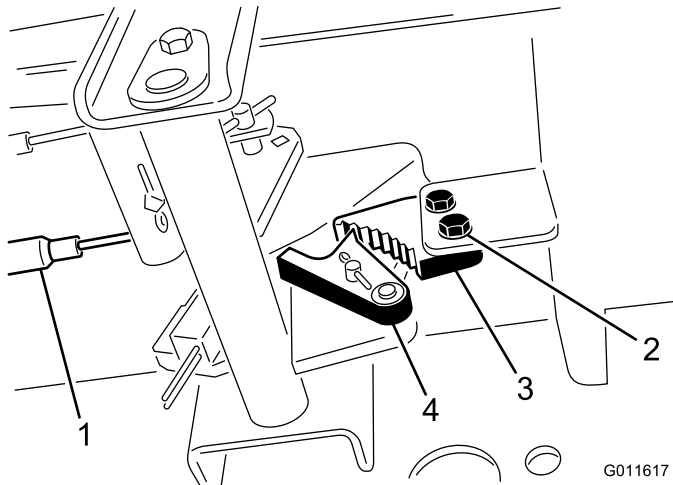

Figura 48
1. Solte os 2 parafusos que prendem a lingueta do travão de mão à estrutura (Figura 48).
2. Carregue no pedal do travão para a frente até o detentor do travão engatar completamente na lingueta do travão (Figura 48).